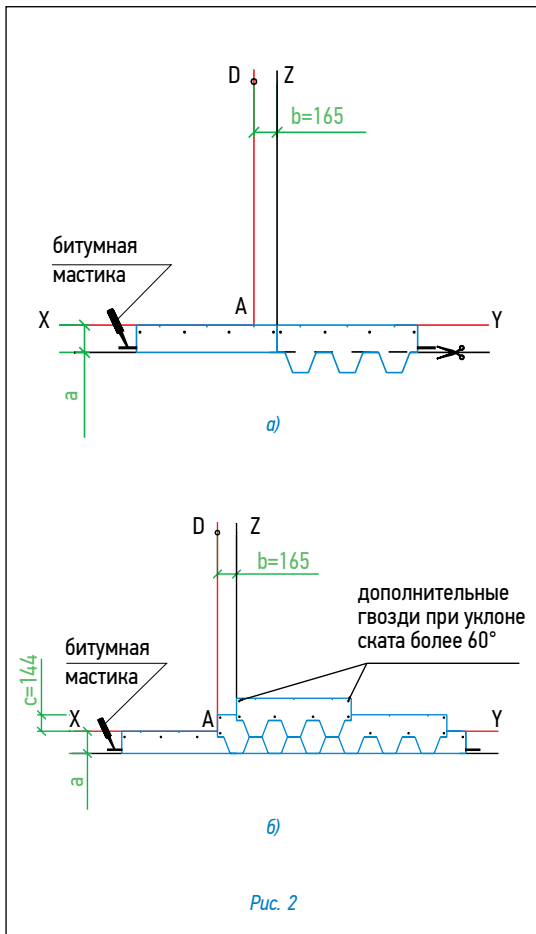

Рис. 2
Укладка материала (рис. 2)
- далее первый ряд черепицы укладывается от линии AD (рис. 2б);
- второй ряд укладывается от линии Z (со смещением 16,5 см от AD) (рис. 2б);
Каждый лист гибкой черепицы крепится 4 гвоздями в штатных местах таким образом, чтобы гвоздь прошивал и верхний край нижележащего листа черепицы (рис. 2б).